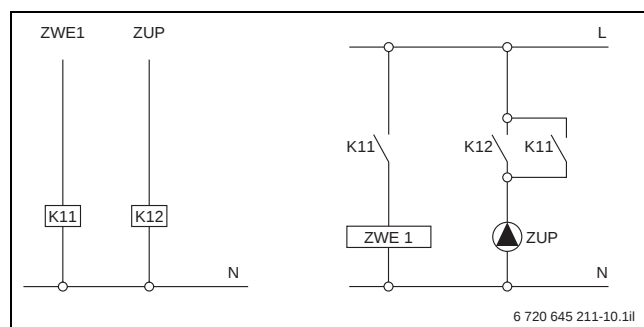

Bild 84 Elektrischer Hinweis
1) elektrischer Hinweis (→ Bild 84)